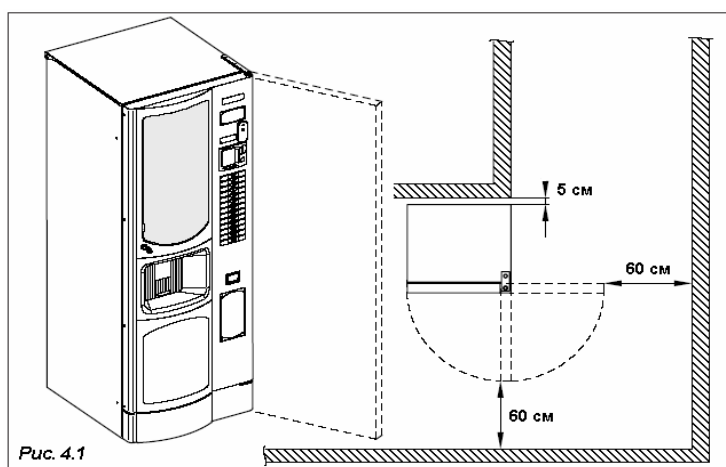

Рис. 4.1
- В случае установки торгового автомата около стены, минимальный промежуток между стеной и автоматом должен составлять 5 см (Рис.4.1), такой промежуток обеспечивает достаточную вентиляцию холодильного агрегата. Категорически запрещается накрывать автомат тканью или подобным материалом.
Если аппарат установлен в коридорах, которые служат эвакуационными проходами, убедитесь в том, что дверь автомата открывается так, что остается достаточно места для прохода (Рис.4.1).